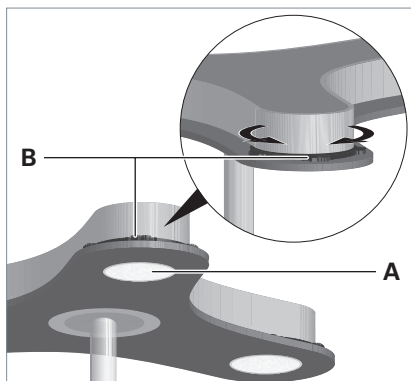

Fig. 14: Optiken des Direktlichts ausrichten.
- ▶ Drehen Sie die Räder **B**, siehe Fig. 14. Die Optiken **A** drehen sich und lenken das Direktlicht.